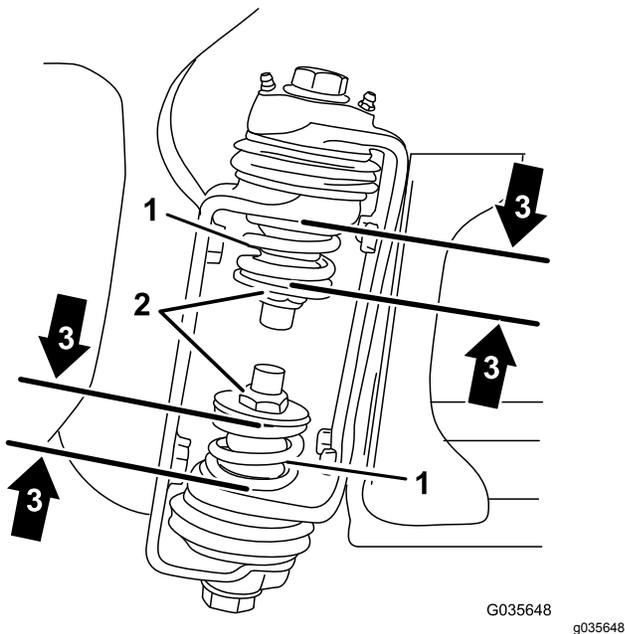

Рисунок 4
3. На шарнире стрелы измерьте степень сжатия верхней и нижней пружин, когда стрелы находятся в выдвинутом положении (Рисунок 4).